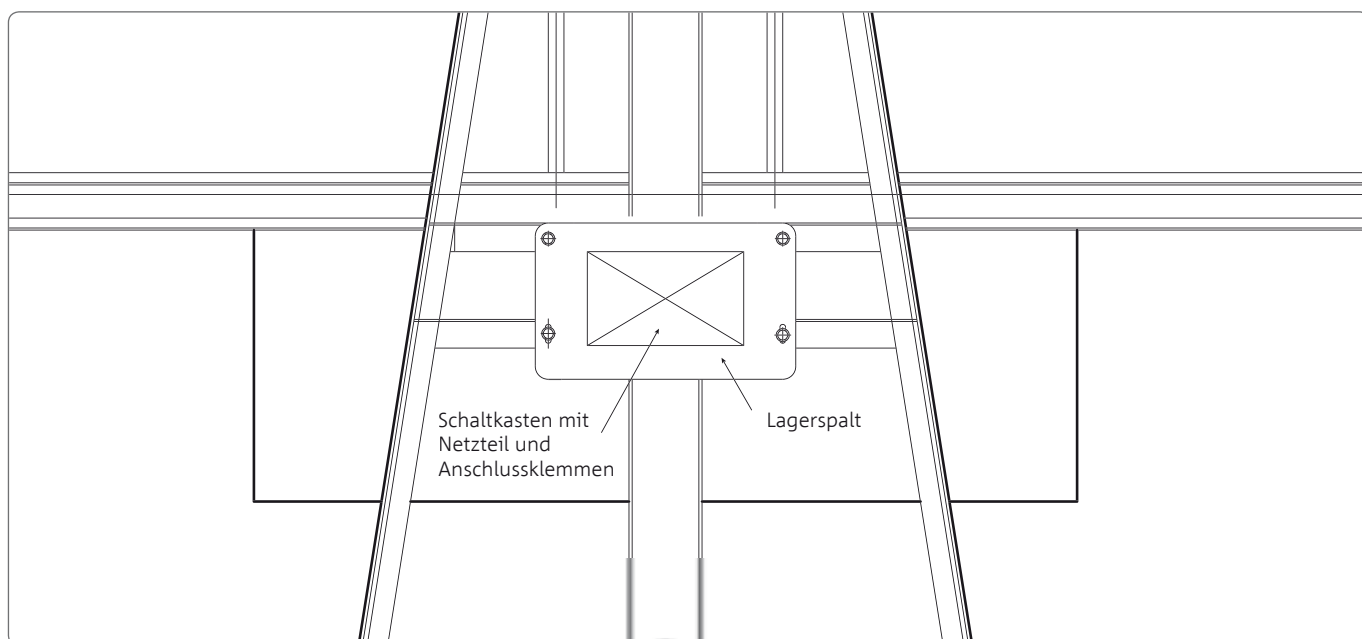

Abb. 3.4: Montage des Schaltkastens
2. Die Montageplatte mit 4 Schrauben M10x35 auf der hinteren Seite des A-Bockes montieren. (siehe Abb. 3.4)